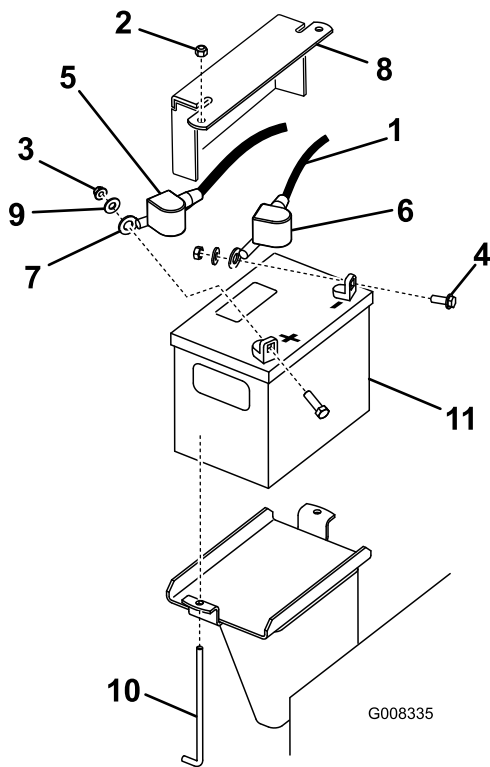

Figura 49
3. Ridicați capacul negru din cauciuc de pe cablul negativ. Deconectați cablul negativ al bateriei de la borna negativă a bateriei (–) (Figura 49).
- Glisai și îndepărtați capacul bornei de la borna pozitivă (rou) a bateriei. Apoi îndepărtați cablul pozitiv al bateriei (rou) (Figura 49).
- Îndepărtați placa de fixare, uruburile tip J și contrapiuliile care fixează bateria (Figura 49). Demontați bateria.
- Folosind elementele de fixare îndepărtate anterior, instalezi cablul pozitiv (rou) al bateriei la borna pozitivă (+) a bateriei (Figura 49).
- Folosind elementele de fixare îndepărtate anterior, instalezi cablul negativ (negru) al bateriei la borna negativă (-) a bateriei (Figura 49).
- Fixai bateria utilizând bara și piulițele fluture (Figura 49).